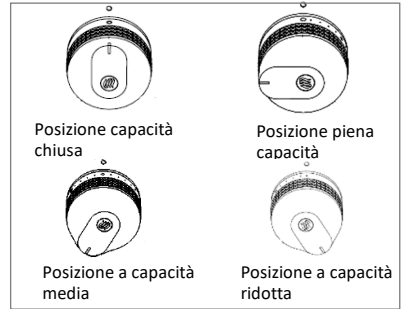

Figura 2 : Regolazione della leva di comando
5. Regolare poi a piacimento l'altezza della fiamma girando la o le leve di comando a piena capacità (cerchio grande) o a capacità ridotta (cerchio piccolo) (Vedere Figura 2)